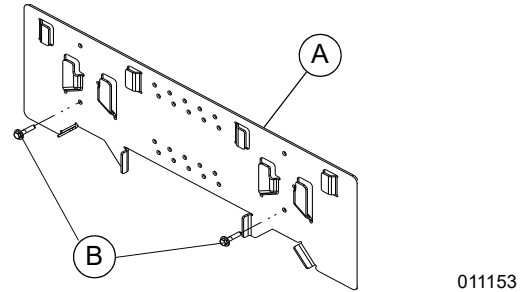

Figura 4-3. Instale el soporte de patas
2. Consulte la **Figura 4-3**. Ubique los miembros estructurales para montar el soporte de patas (A). Si los miembros estructurales tienen una separación mayor que 16 pulg. (40,64 cm), instale una riostra transversal para asegurarse de montar en una estructura sólida.
3. Consulte la **Figura 4-3**. Para instalar el soporte de patas (A), use los orificios inferiores con sujetadores y arandelas (B), y asegúrese de que el soporte permanezca aplomado y nivelado.